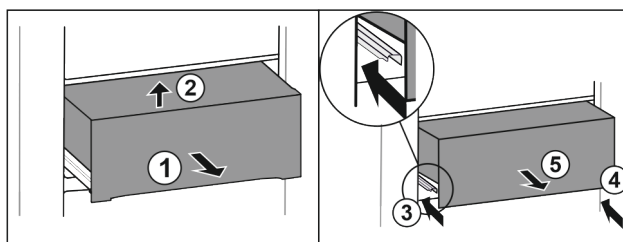

Fig. 43
- ▶ Вытяните выдвижной ящик наполовину. Fig. 43 (1)
- ▶ Приподнимите выдвижной ящик спереди. Fig. 43 (2)
- ▶ Вставьте левую направляющую. Fig. 43 (3)
- ▶ Вставьте правую направляющую. Fig. 43 (4)
- ▶ Извлеките выдвижной ящик движением вперед. Fig. 43 (5)